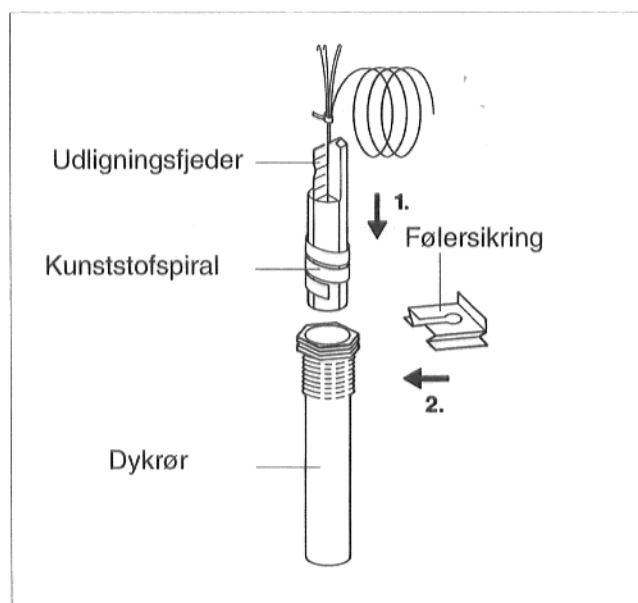

Fig. 19
- Temperaturføler stikkes ind i dykrøret indtil anslag. Kunststofspiralen skubbes derved automatisk tilbage. Udligningsfjederen skal skubbes med ind i dykrøret (Fig. 19).
- Følersikring (leverance regulering) trykkes ned på dykrørshovedet fra siden eller oppefra (Fig. 19).